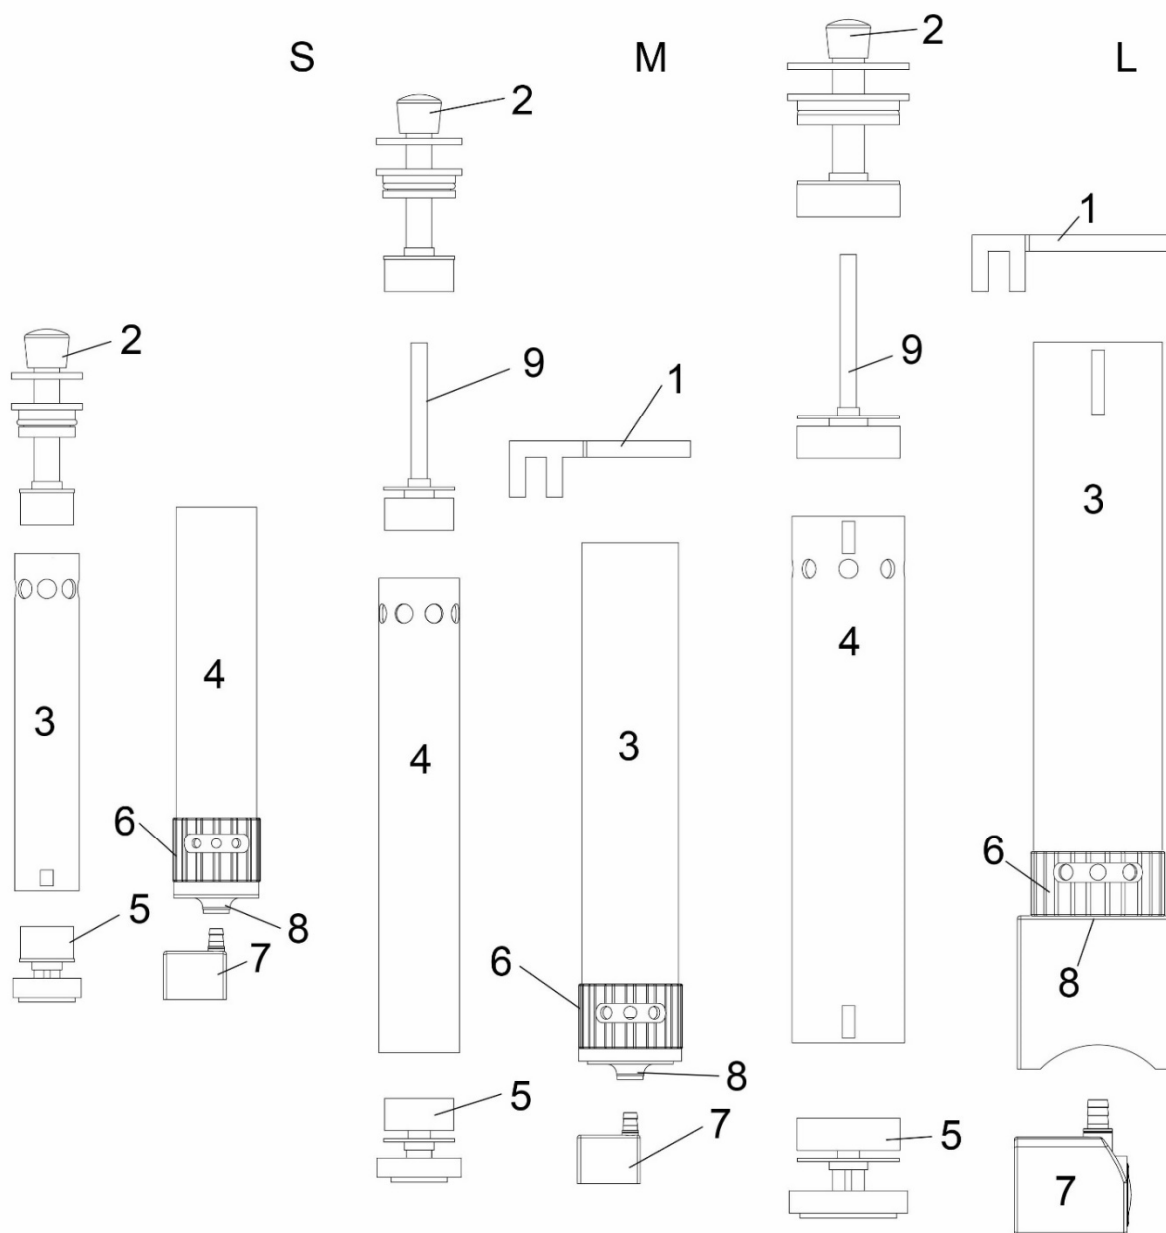

Fig. 2: 1. Holding unit 2. Top cap 3. Outer tube 4. Inner tube 5. Bottom cap 6. Water level control 7. Pump 8. Rubber sealing 9. Divider (only for L and M).
Wasserstandsregulierung (Abb. 2, Nr. 6) kann das Wasser im Reaktor angestaut werden, was das Plätschern minimiert.
Abb. 2: 1. Halter 2. Oberer Verschluss 3. Außenrohr 4. Innenrohr 5. Unterer Verschluss 6. Wasserstandsregulierung 7. Pumpe 8. Gummidichtung 9. Divider (nur L und M).
noises can occur. By turning the new water level control (Fig. 2, No. 6), the water in the reactor can be accumulated which minimizes splashing noises.
Les **multi réacteurs S, M et L GEN II** ont été conçus pour être utilisés dans les bacs de filtration ou les aquariums. Le multi réacteur est fixé sur une vitre verticale à l'aide du support. La pompe doit être immergée et ne doit pas aspirer d'air. Le reste de l'appareil ne peut être immergé que jusqu'à l'écoulement supérieur (6). La profondeur d'immersion est réglable, en desserrant la vis de fixation et en décalant l'ensemble de l'appareil dans le support. Si le réacteur ne peut être immergé profondément dans l'eau à cause d'un niveau d'eau trop faible, des bruits d'éclaboussure peuvent se produire. Grâce au nouveau dispositif de régulation de niveau d'eau (Fig. 2, N° 6) l'eau peut être retenue dans le réacteur ce qui diminue considérablement ces bruits.
Fig. 2 : 1. Support 2. Bouchon supérieur 3. Tube extérieur 4. Tube intérieur 5. Bouchon inférieur 6. Régulation d'eau 7. Pompe 8. Joint en caoutchouc 9. Séparateur (L et M uniquement)
De **multi reactoren S, M en L Gen II** zijn ontworpen voor gebruik in de filter tank of aquarium. Met behulp van de houder is deze te bevestigd op een verticale glasplaat van de multi reactor. De pomp moet onderdompelen zijn in het water en mag geen lucht aanzuigen. De rest van de unit mag maximaal tot aan de top uitlaatopeningen (6) onder gedompeld zijn. De dompeldiepte kan worden aangepast met de klemmschroef los te maken en het geheel beweegt in de houder. Als de reactor niet ver genoeg in het water teekt t.g.v. laag water niveau, kunnen spetterende geluiden gehoord worden. Door de water niveau regelaar te draaien (fig 2, nr. 6) kann het water niveau geregeld worden en de spettergeluiden geminimaliseerd worden.
Fig. 2: 1. Bevestigingsunit 2. Top cap 3. Buitenste buis 4. Binnenste buis 5. Bodemm cap 6. Water niveau regelaar 7. Pomp 8. Rubber afsluiting 9. Verdeler (alleen voor L en M).
la abrazadera de tornillo. Si el reactor no puede ser puesto lo suficientemente profundo en el agua debido a un bajo nivel de agua, pueden producirse salpicaduras y provocar ruido. Girando el nuevo control de nivel de agua (Fig. 2, No. 6), el agua en el reactor puede ser acumulada y minimiza los ruidos de salpicaduras.